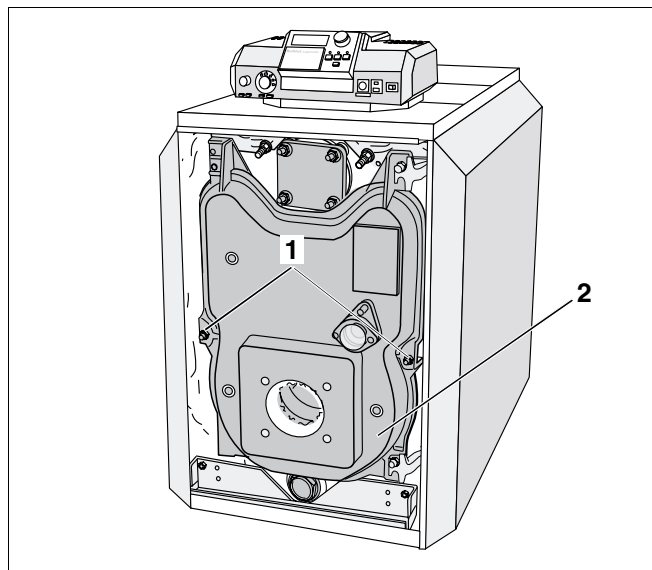

Fig. 67 Deschiderea ușii cazanului
- Șuruburile cu cap hexagonal (Fig. 67, **Poz. 1**) din stanga și din dreapta ușii cazanului (Fig. 67, **Poz. 2**) trebuie să fie deșurubate.